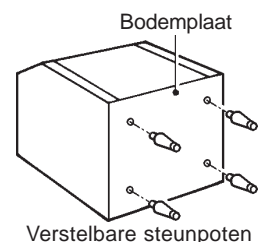

Fig. 3
- 1) Schroef de vier steunpoten (bijgeleverd als opslagbak-accessoire) volledig in de onderkant van de opslagbak: zie Fig.3.